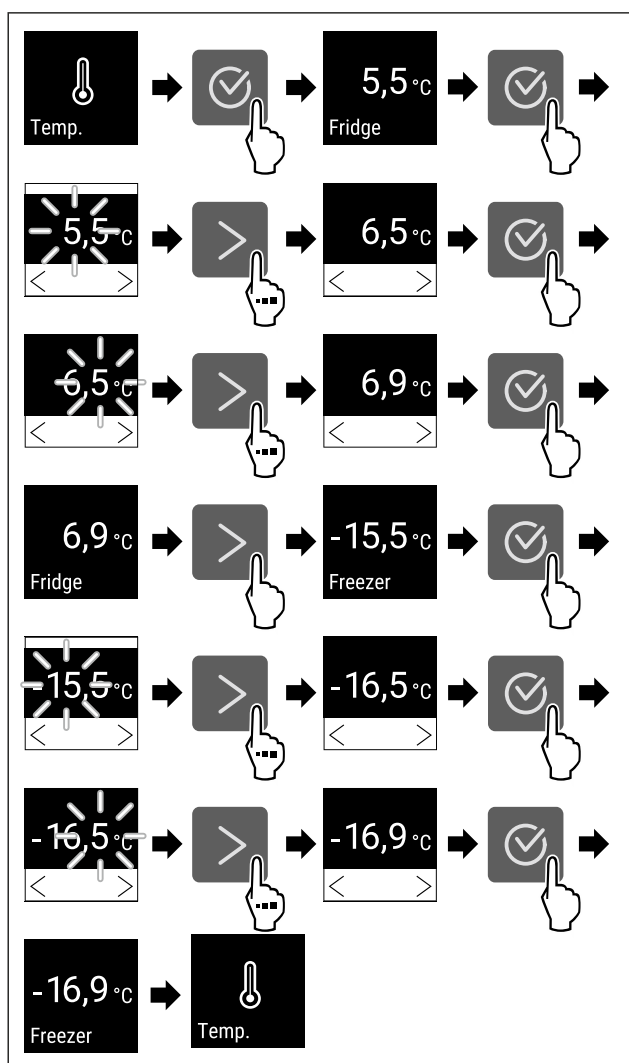

Fig. 88 Variazione di temperatura da 5,5 °C a 6,9 °C e -15,5 °C a -16,9 °C
- Eseguire i passi (vedere Fig. 88).